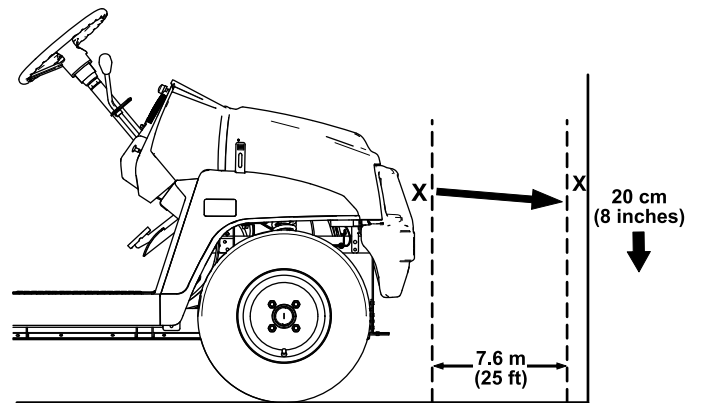

Figura 42
1. Aparque la máquina en una superficie nivelada con los faros a unos 7.5 m (25') de una pared (Figura 42).
La parte más brillante del haz del faro debe estar a 20 cm (8") por debajo de la marca hecha en la pared (Figura 42).